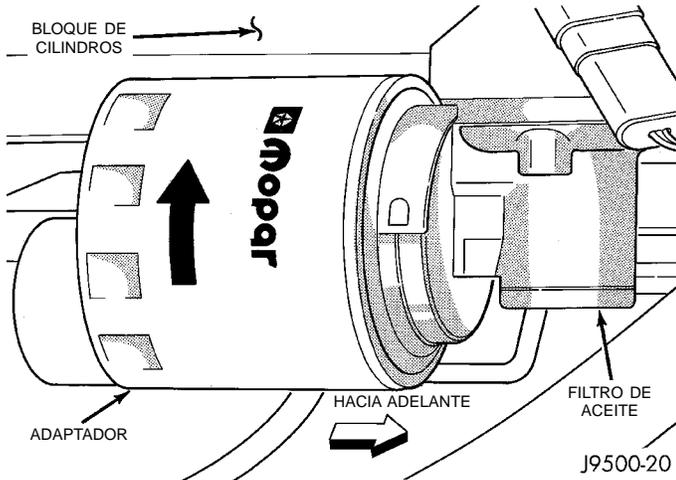

Fig. 9 Filtro de aceite—Motor de 4.0L
- (1) Coloque un recipiente de drenaje debajo del filtro de aceite.
- (2) Empleando una llave para filtros de aceite adecuada, afloje el filtro.
- (3) Gire el filtro de aceite en sentido contrario a las agujas del reloj (Fig. 9) para sacarlo de la protuberancia del bloque de cilindros